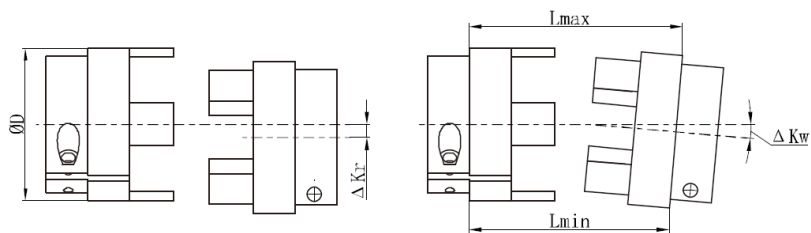

Рис. 9 Центровка муфты
- ширина зазора между обоими полумуфтами должна быть одинаковой по всему периметру (контроль зазора проводить линейкой или шаблоном – см. рис. 9);